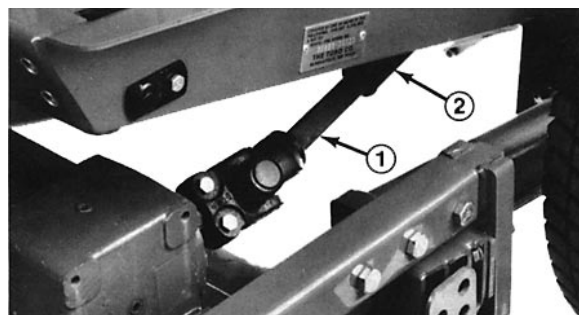

Fig. 7
5. Spegnere il motore e togliere l'apparato di taglio dal trattorino e dall'intelaiatura di trasporto, separando le sezioni maschio e femmina dell'albero della presa di forza (Fig. 7).